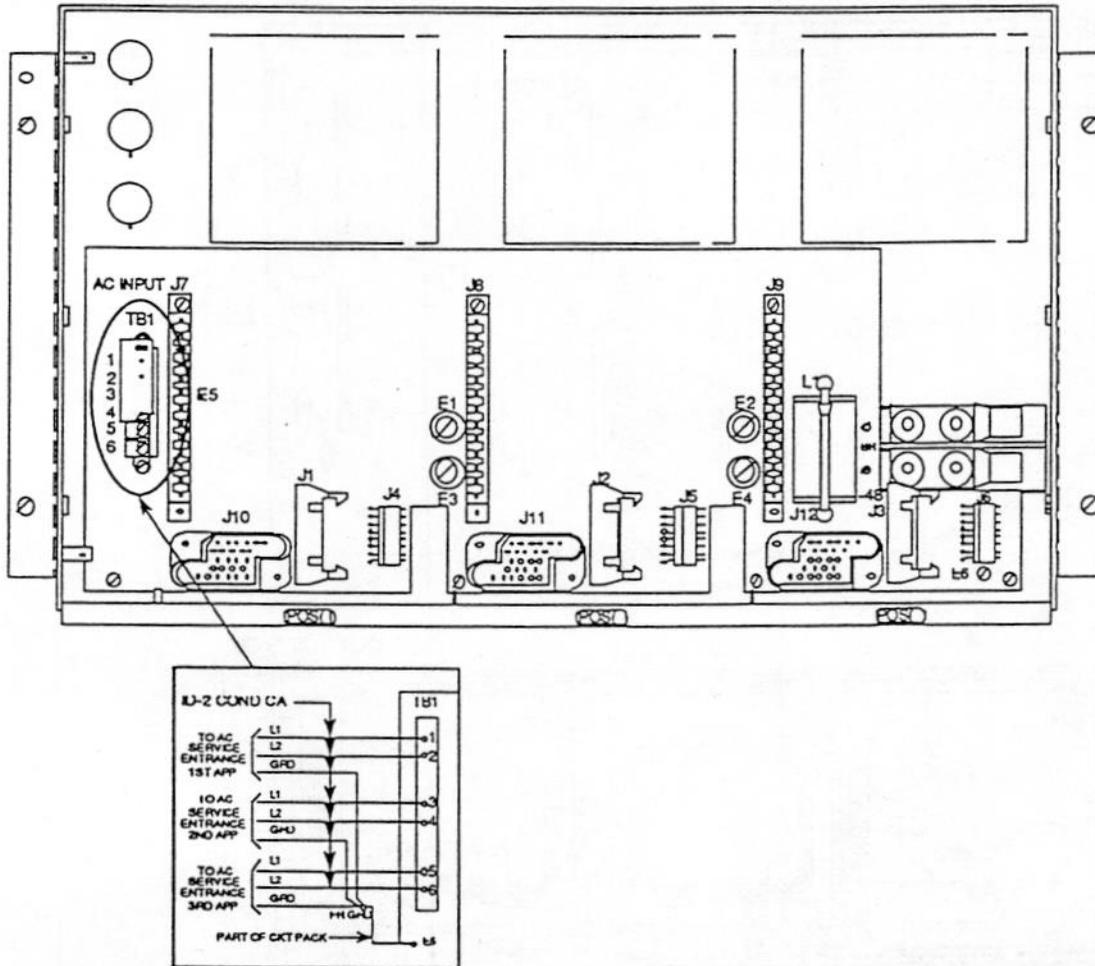

Fig. 7 - MPR25 / MPR15 (NT5C06) Rectifiers: (MPR25 shown)
• MPR25 NT5C06 25 A Switch Mode Rectifier (Figure 7)